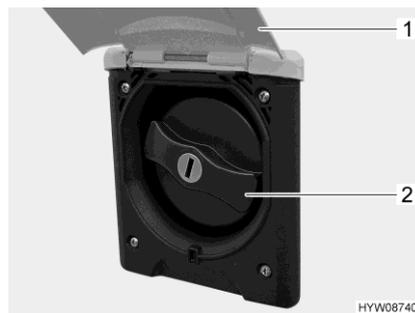

Fig. 140 Tapa de cierre (tubo de llenado de agua potable)
- Girar hacia arriba la trampilla exterior (Fig. 140,1).
- Girar la tapa de cierre azul (Fig. 140,2) un cuarto de vuelta.